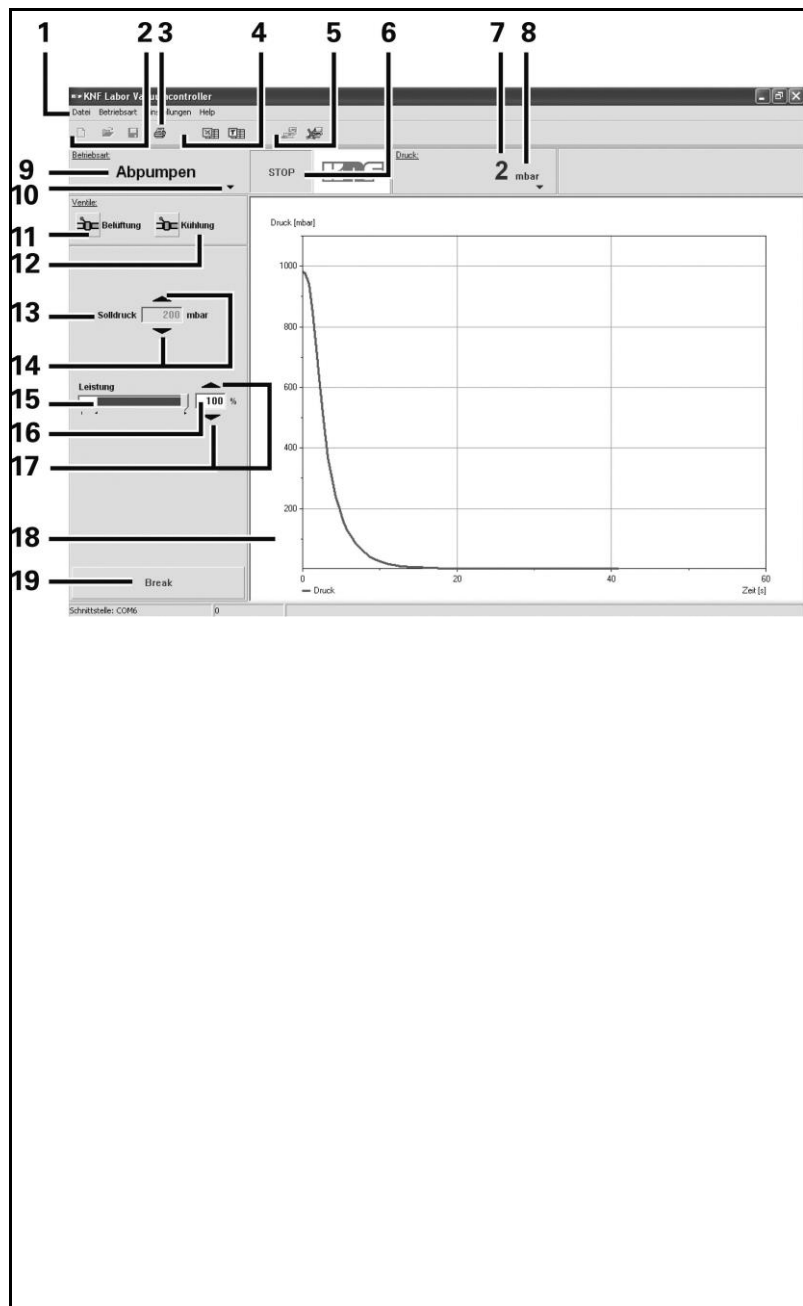

Abb. 1: Software-Oberfläche am Beispiel des Betriebsmodus Abpumpen
Die Oberfläche der Software zeigt beispielhaft Abb. 1.
Die Verbindung zum Vakuumcontroller wird durch Betätigen der entsprechenden Schaltfläche hergestellt und wieder getrennt (siehe Abb. 1/5, S. 1). Sind mehrere Vakuumcontroller an den PC angeschlossen ist aus der angezeigten Liste der gewünschte Vakuumcontroller auszuwählen.
Menü Druckeinheit (Abb. 1/8, S. 1)
Diagramm: Menü Betriebsmodus (Abb. 1/10, S. 1)
Schaltfläche *START/STOP* drücken (Abb. 1/6, S. 1)
Schaltfläche *Belüftungsventil* drücken (Abb. 1/11, S. 1).
Schaltfläche *Kühlmittelventil* drücken (Abb. 1/12, S. 1).
Pumpleistung durch Schieberegler (Abb. 1/15, S. 1), Schaltfläche (17) oder Tastatureingabe im Anzeigenfeld (16) einstellen.
Soll-Druck durch Schaltfläche *Soll-Druck erhöhen/verringern* (Abb. 1/14, S. 1) oder Tastatureingabe im Anzeigenfeld (13) einstellen.